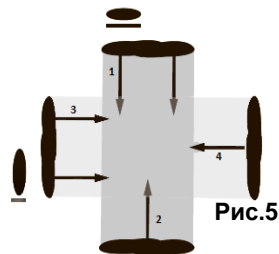

Рис.5
- Для равномерного покрытия используйте технику крестовой покраски (рис.5):
- Прокрасьте элемент в вертикальном направлении вверх и вниз(1-2; рис.5)
- Затем обработайте поверхность движениями в перекрестном направлении (3-4; рис.5).